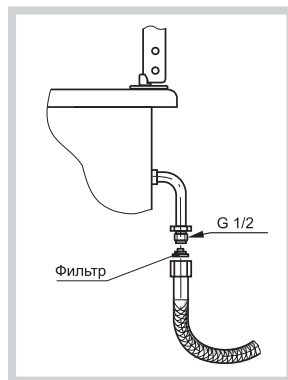

Рис. 18
- Подсоединение плиты к газовой сети или баллону должно быть выполнено при помощи гибкого шланга (рис. 18) согласно действующим в Вашем регионе нормативным документам в области газоснабжения и безопасности.